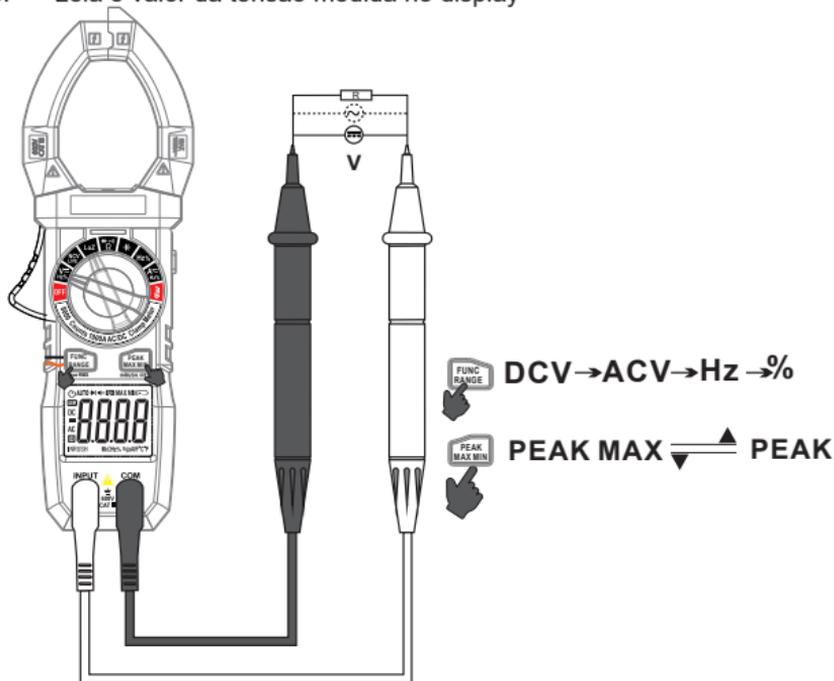

Figura 4
3. Encoste as pontas de prova em paralelo ao circuito a ser medido conforme na figura 4.